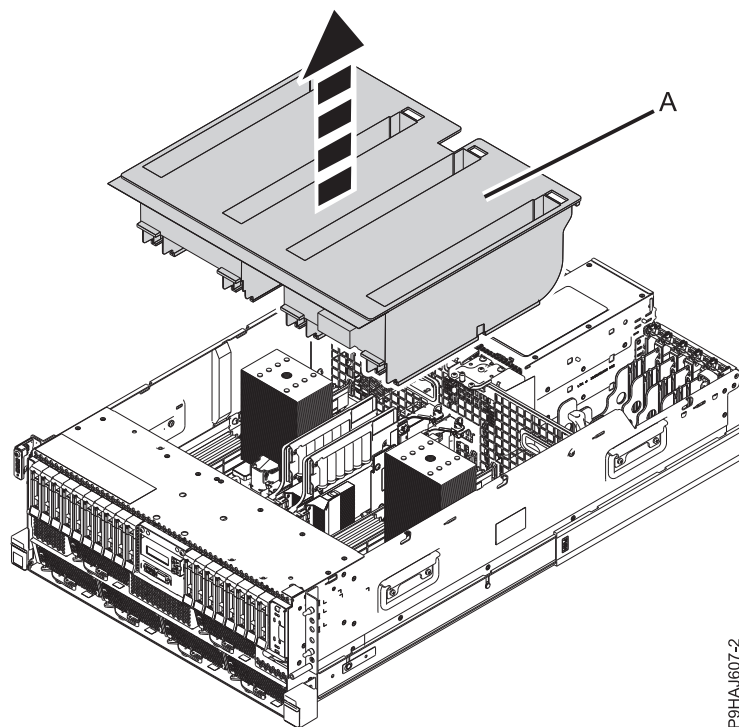

Figure 2. Retrait de la grille d'aération d'un système monté en armoire
2. Pour un système monté en armoire, soulevez la grille d'aération (A) vers le haut, comme illustré dans la figure 2, à la page 5. Pour un système autonome, retirez la grille d'aération (A) en la tirant vers l'extérieur, comme illustré dans la figure 3, à la page 5.